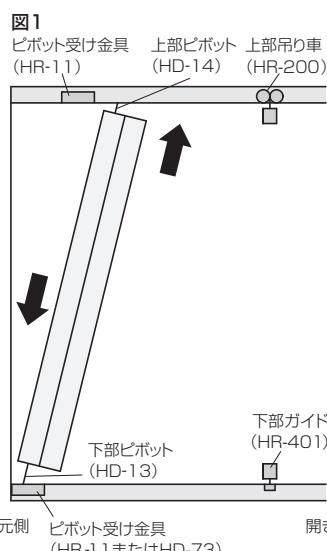

図1
- ① 上部ピボット受け金具はレールに固定しないでフリーの状態にして、図1のように、下部ピボット受け金具(HR-11またはHD-73)よりも開き側の方へずらしておきます。
- ② 戸を傾けて、下部ピボットを下のピボット受け金具(HR-11またはHD-73)に入れます(図1)。